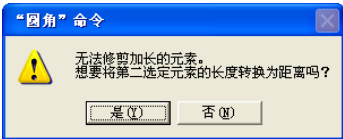
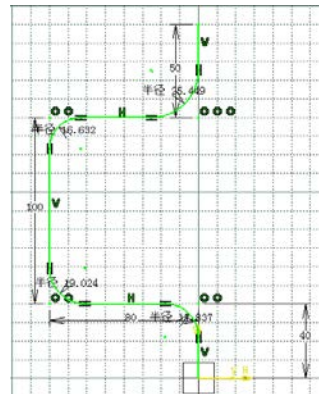

图 3-24 【“圆角”命令】消息框
图 3-25 增加倒角后的轮廓曲线
单击【操作】工具栏中的【圆角】图标，选择两条相连的线，单击完成后，会出现【“圆角”命令】消息框，如图 3-24 所示，这是因为已经设置了线长，在增加倒角时要对设置的线长进行修改，程序让再次确认是否修改，单击【是 (Y)】按钮。然后依次增加另外 3 个倒角，增加完毕后，如图 3-25 所示。